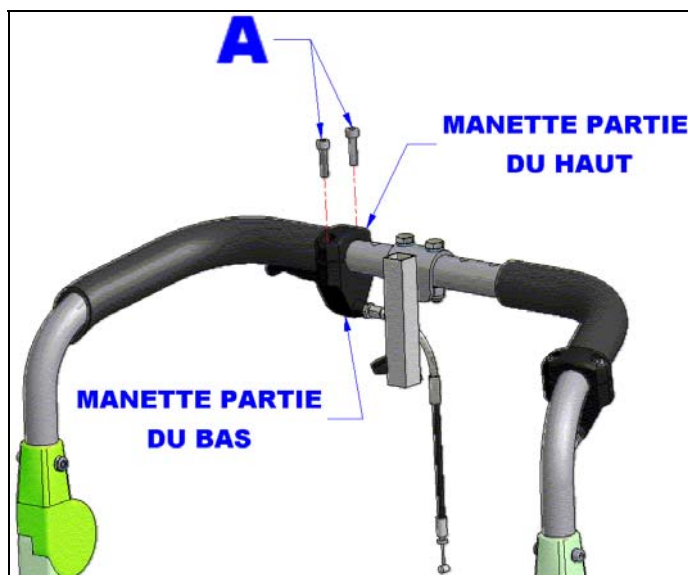

Figure 6 : Assemblage des manettes.
1. À l'aide d'une clé Allen 4 mm, dévisser les (2) vis (A) de la partie du haut de la manette. Les deux parties sont maintenant séparées ;
2. Remonter les manettes en ne serrant pas trop fort mais efficacement. Placer les manettes de manière à être confortable lors de l'utilisation (voir ; figure 6).